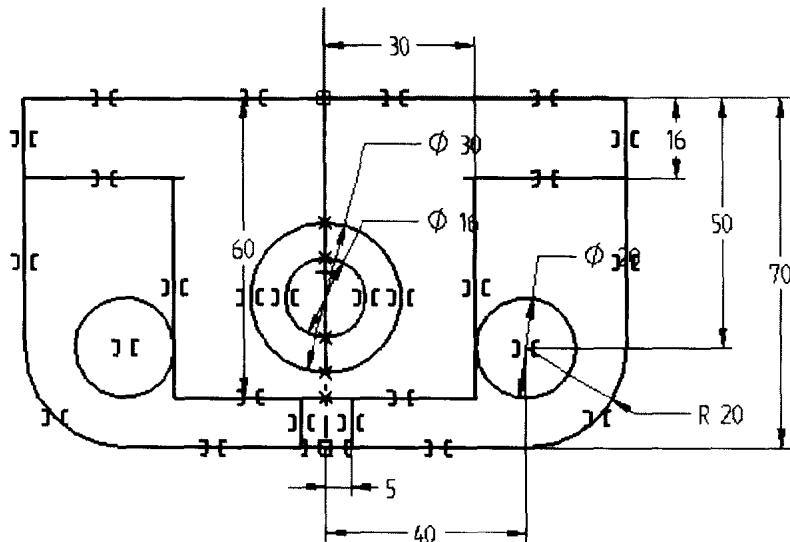

图 1-26
6. 选择镜像命令 ，镜像后的二维草图轮廓如图 1-26 所示。